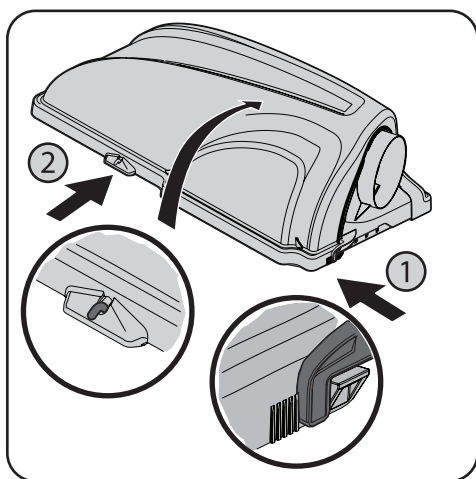

Figure 5-1
1. Ouvrez le capot du dispositif d'ensilage en appuyant sur l'arrière, la languette du côté droit avec votre main droite, comme illustré au point 1 de la Figure 5-1, et levez le couvercle avec votre main gauche placée sur l'arrière du centre du couvercle du dispositif d'ensilage, point 2.